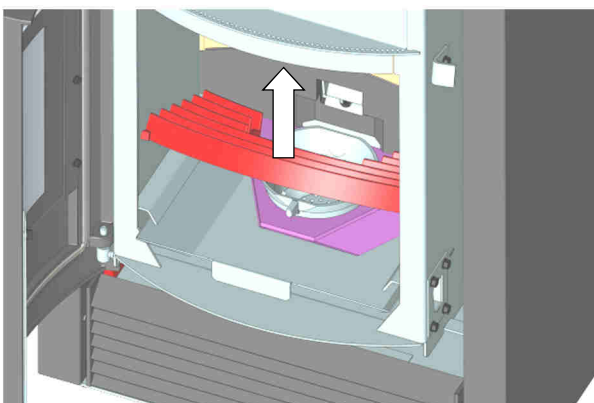
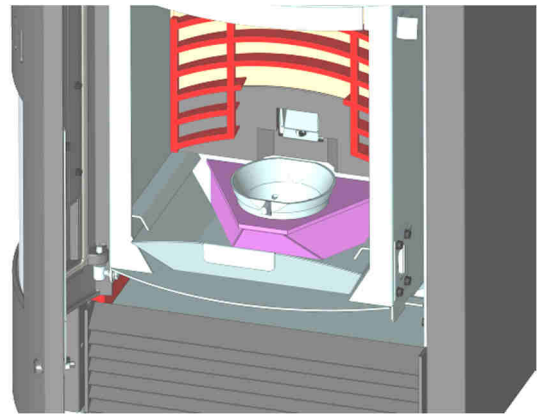
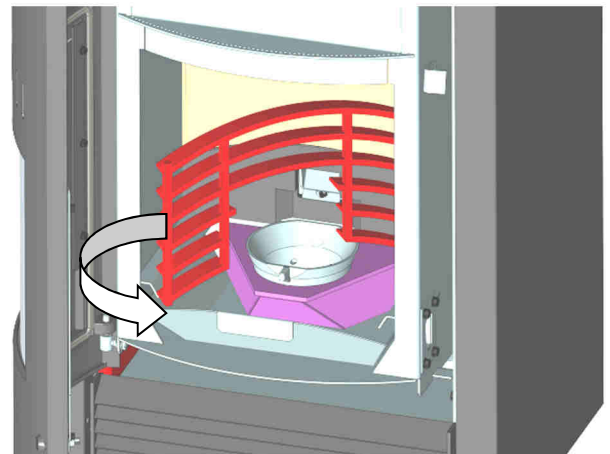

Abb. 64: Rost demontieren
Abb. 65: Demontage Rost
Abb. 66: Demontage Rost
6. Feuerraumtüre öffnen und den Rost herausnehmen. Dazu den Rost nach oben klappen (siehe Abb. 64), bis er an der Rückwand anliegt (Abb. 65) und durch Drehen herausnehmen (Abb. 66).